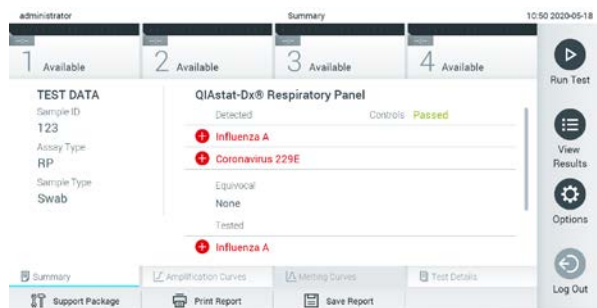

Abbildung 30: Bildschirm Summary (Zusammenfassung) der Ergebnisse
11. Nachdem die QIAstat-Dx Assay-Kartusche ausgeworfen wurde, erscheint der Bildschirm Summary (Zusammenfassung) der Ergebnisse (Abbildung 30). Weitere Informationen finden Sie in Abschnitt 5.4.